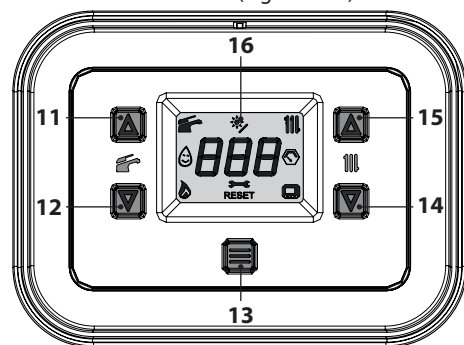
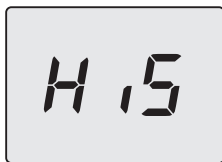
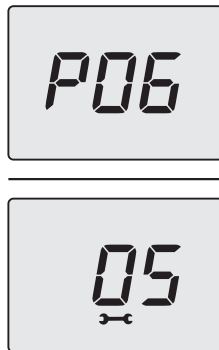
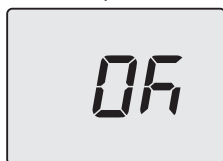

Figura 5.35
Figura 5.36
Figura 5.40
Figura 5.42
- Entrare in "modalità programmazione" premendo contemporaneamente per 5 secondi i tasti 12 e 14 (Figura 5.35) fino a far apparire sul display LCD le lettere **HiS** che indicano il menu "Storico delle caldaia" (Figura 5.36).
12 e 14 per 5 sec. (Figura 5.35) (ritorno al livello precedente).
- Premere per 1 sec. il tasto 13 (Figura 5.35) per entrare nel parametro selezionato. Il display visualizzerà quanto segue (Figura 5.40).
- Premendo il tasto 13 (Figura 5.35) si ottiene la conferma del valore inserito. Il display visualizzerà per 5 sec. quanto segue (Figura 5.42) poi, si porterà al livello superiore.
- Premendo contemporaneamente i tasti 12 e 14 (Figura 5.35) si esce senza modificare il valore (ritorno al livello precedente).
- tenere premuti contemporaneamente i tasti 12 e 14 per 5 sec. (Figura 5.35) (ritorno al livello precedente).